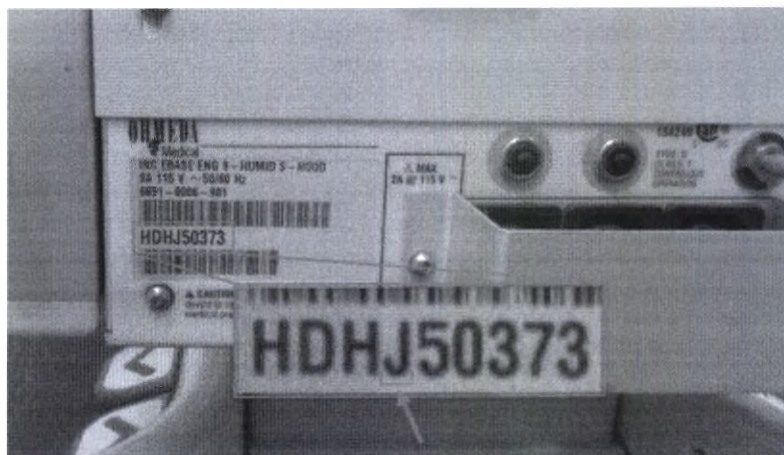
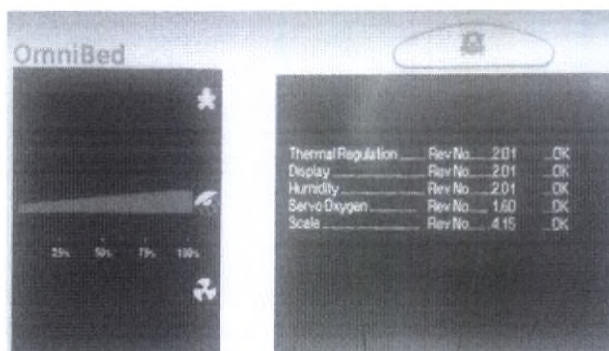

Рисунок 1: Этикетка с серийным номером, местонахождение 4-ой буквы
Рисунок 4: Местонахождение версии программного обеспечения Servo Oxygen
1. Найдите серийный номер на задней панели своего инкубатора Giraffe или реанимационного комплекса Giraffe OmniBed (см. Рисунок 1). Проверьте 4-ую букву серийного номера.
- a. Если 4^{-ая} буква серийного номера кровати (см. Рисунок 1) находится в диапазоне от **A** до **M** включительно, перейдите к шагу 4.
- b. Если 4^{-ая} буква серийного номера кровати (см. Рисунок 1) находится в диапазоне от **N** до **Q** включительно, выключите и снова включите питание устройства и посмотрите на экран, чтобы узнать версию программного обеспечения Servo Oxygen (см. Рисунок 4). Имейте в виду, что этот экран появится на 3 - 5 секунд.